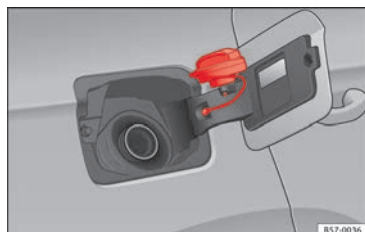

Fig. 58 Tapa del depósito con el tapón encajado.
- Colóquelo en el espacio que hay en la bisagra de la tapa abierta » fig. 58.